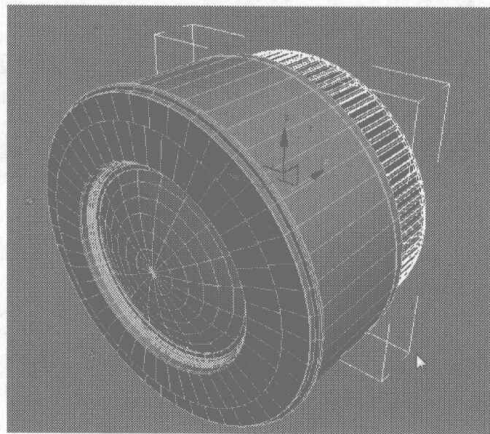

图 6.407
- 34** 继续选择刚制作的焦距圈物体，在工具栏中单击 按钮，并在视图中单击镜头物体，在弹出的对话框中依照默认值进行设置对齐参数，将物体对齐，如图 6.407 所示。